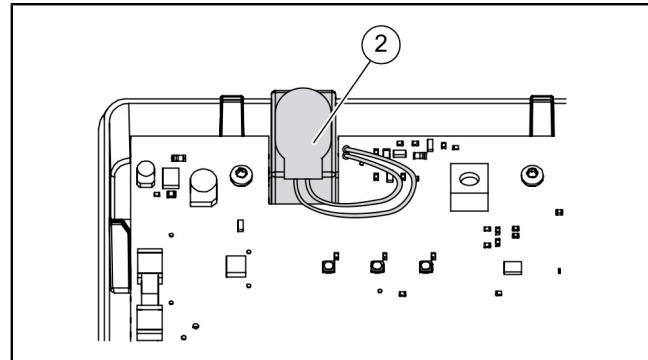

Afb. 4: De behuizing openen
- ▶ Deksel van de behuizing openen **4** (zie "Afb. 4: De behuizing openen", pagina 109).